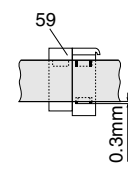

Fig. 8
- Feineinstellung der Kombikopfhöhe im Wiedergabebetrieb mit der Schraube für die Höhe (Pos. 201) auf 0,3mm gemäß Fig. 8 einstellen. Nach dem Austausch des Kombikopfes sind alle Einstellungen wie unter Punkt 5.8 und 5.9 angegeben durchzuführen.